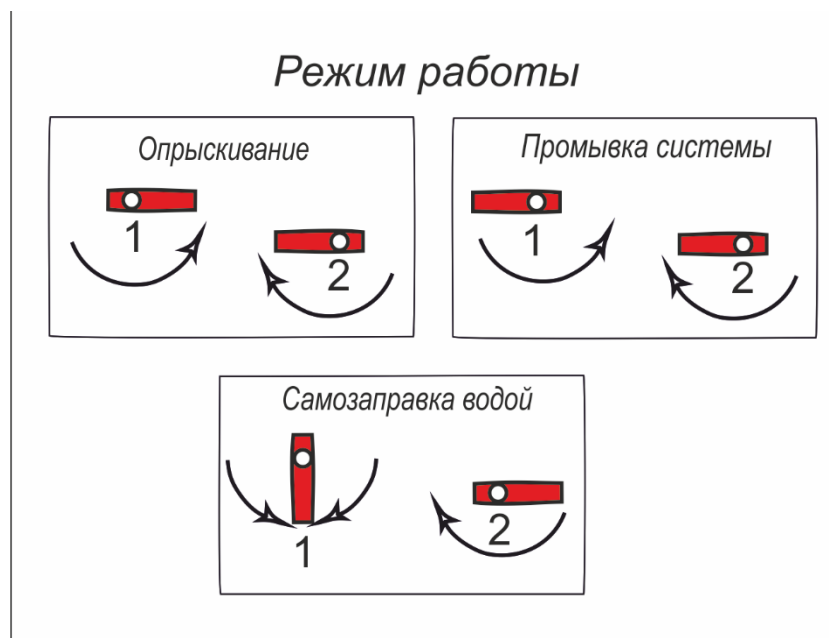

Рис. 9. Положения рукояток трехходовых кранов при различных режимах работы. см. обозначения на гидравлической схеме (рис. 8).
5.4.1. Опрыскиватель может работать в следующих режимах (рис. 9):
- Установить рукоятки трехходовых кранов 2 и 3 (рис. 9) в положение «Опрыскивание».